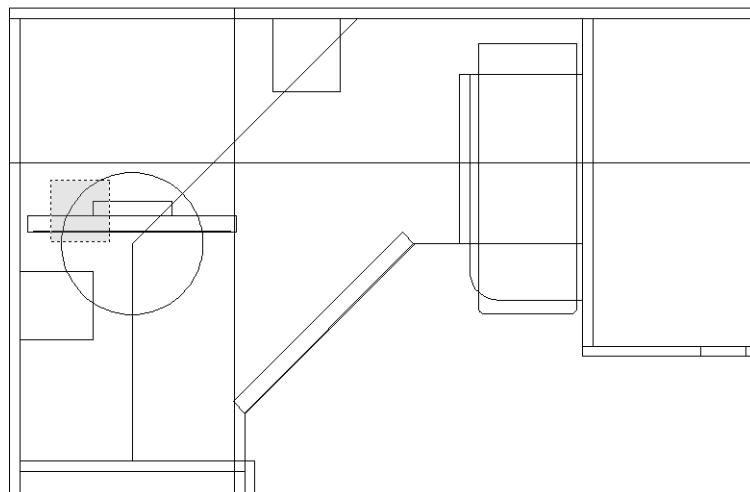

Рис. 5.23 ▼ Выбор объектов, подлежащих перемещению, с помощью пересекающей рамки
2. Используя пересекающую рамку, например, как показано на рис. 5.23, выделите все четыре объекта (будьте внимательны, чтобы не задеть пересекающей рамкой других объектов и при этом не пропустить ни одного из четырех нужных вам объекта). Применение рамки выделения в данной ситуации менее удобно, поскольку из-за большого диаметра окружности в нее попадет верхний сегмент прямоугольника, представляющего на чертеже полочку левой стойки для компакт-дисков.